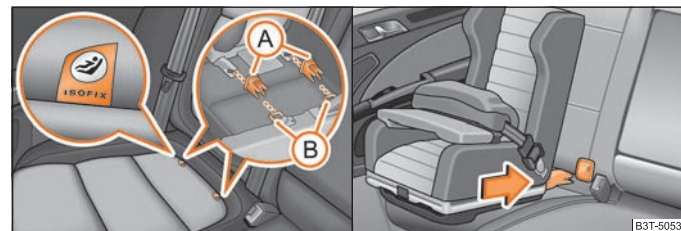

Fig. 168 Anillos de retención (sistema ISOFIX) / el asiento infantil ISOFIX se introduce en los conos de alojamiento montados
⇒ fig. 168 - lado izquierdo.
- Introduzca los conos receptores **(A)** ⇒ fig. 168 en las argollas de sujeción **(B)** entre el respaldo y la banqueta.
- Empuje los reposabrazos del asiento infantil en las argollas de sujeción hasta que encaje de forma audible ⇒ fig. 168 - lado derecho.